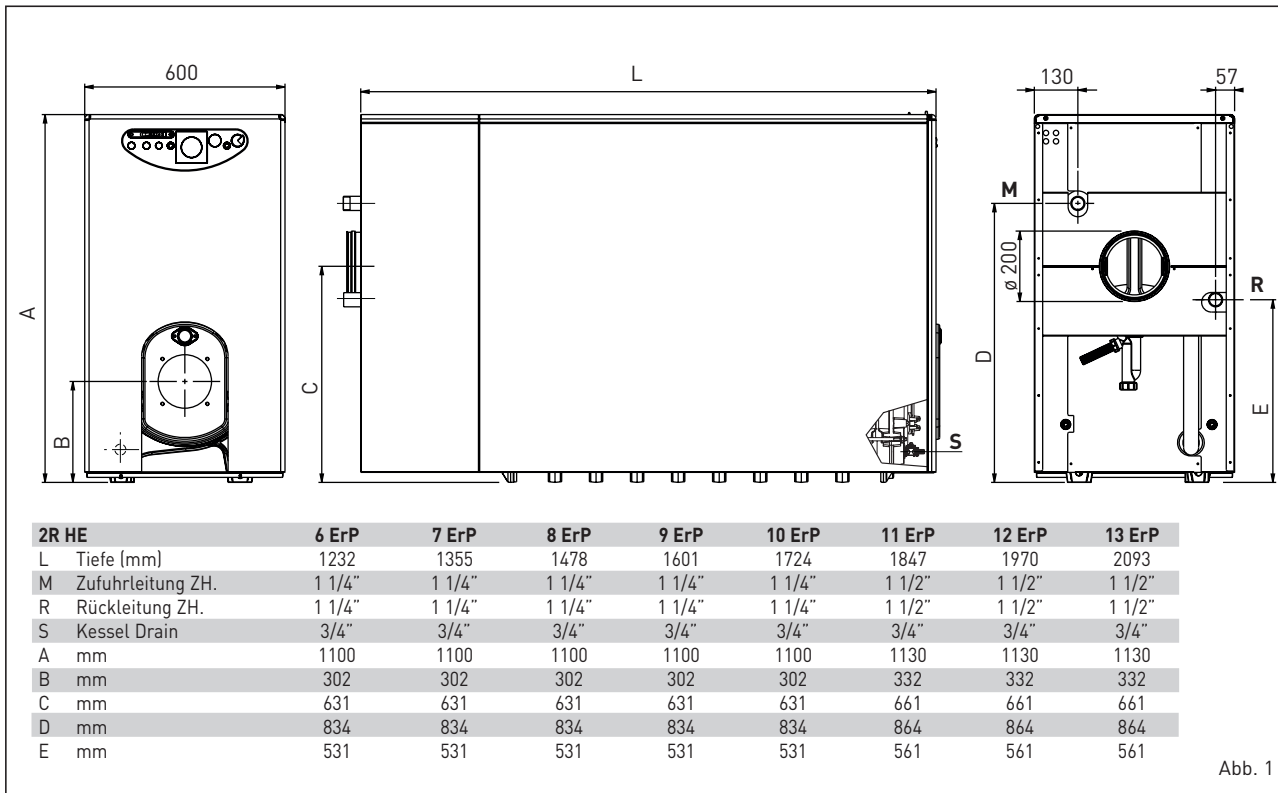

Abb. 1
1.2 AUSSENABMESSUNGEN (Abb. 1)